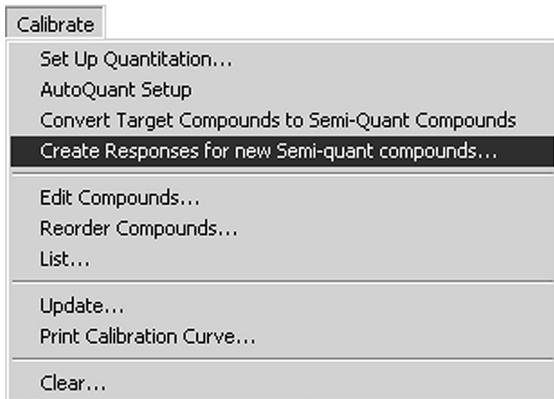
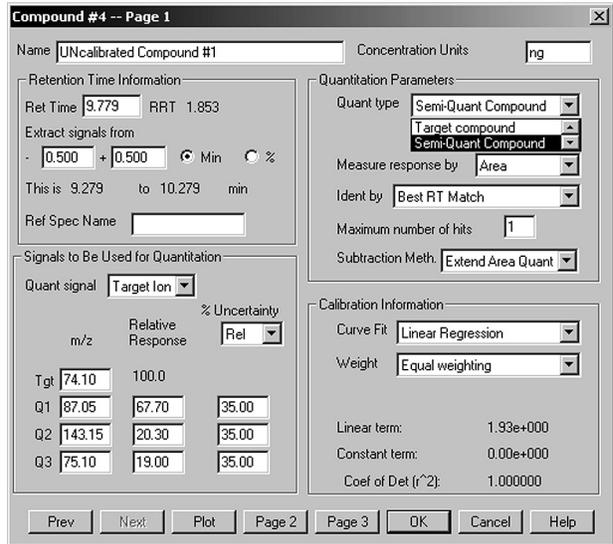

图1. SemiQuant数据分析菜单项
图2. 化合物定量数据表 – 编辑化合物（第1页）SemiQuant化合物类型
在数据分析视窗，Calibration菜单下出现了两个新的菜单项（图1）。另外，在定量数据表中，化合物可以确定为：Internal Standard（内标），time reference（时间参比）；Internal Standard（内标），not time reference（非时间参比）；Target compound（目标化合物）；现在多了一项SemiQuant compound（半定量化合物）（图2）。
执行这个菜单项将调用的定量数据表中的所有已知目标化合物转为半定量化合物（图2）作为内标的化合物不进行转换。
1. 在数据分析方法的定量数据表中增加未校准化合物 (使用Calibrate\Setup Quantitation将此化合物添加到定量数据表中)。将此化合物显示为一个SemiQuant化合物 (图2), 在第1页添加该化合物的保留时间和认定该化合物的离子。